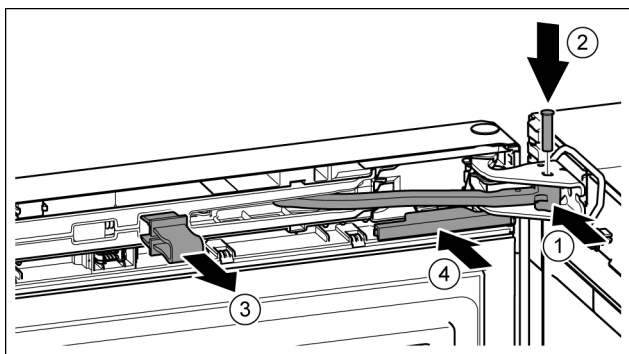

Fig. 22
- ▶ Kĺb otočte v ložiskovej konzole. Fig. 22 (1)
- ▶ Do ložiskovej konzoly a kĺbu vložte čap. Pritom dbajte na to, aby sa zaisťovací doraz nachádzal správne v drážke. Fig. 22 (2)
- ▶ Vyberte poistku. Fig. 22 (3)
- ▶ Nasuňte kryt. Fig. 22 (4)